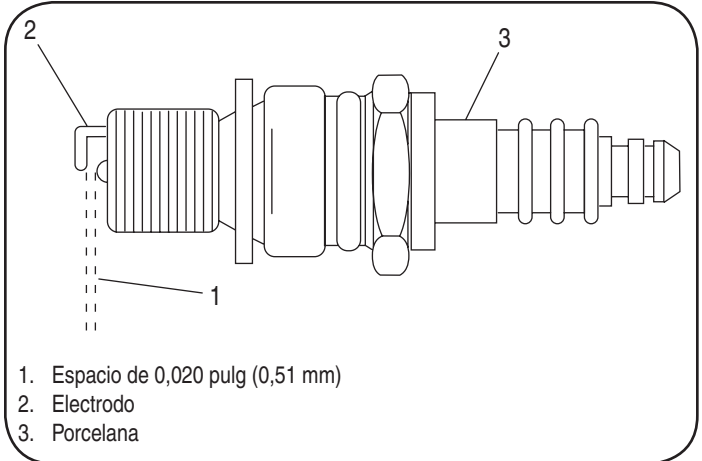

Figura 16
- Quite e inspeccione la bujía. Compruebe el hueco para asegurarse que es puesto en .020". Ver la Figura 16.